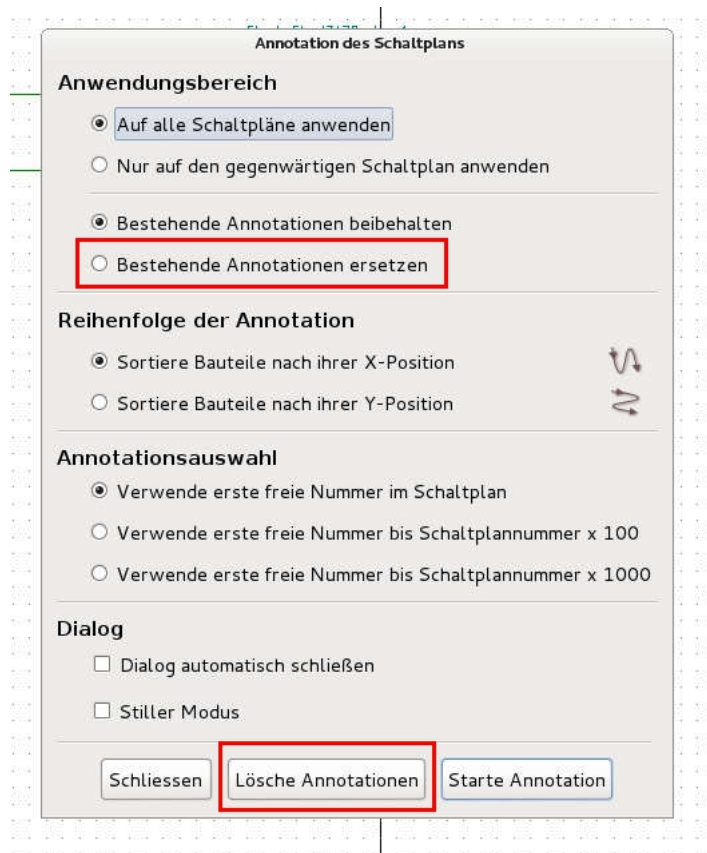

Abbildung 20: Annotationen Ersetzen bzw. Löschen
B) Indem man die vorhandene Annotation löscht. Siehe Abbildung 20 unten.
C) Indem man Eeschema die Möglichkeit einräumt, doppeltbelegte Annotationen zu ersetzen. Siehe Abbildung 20 in der Mitte.